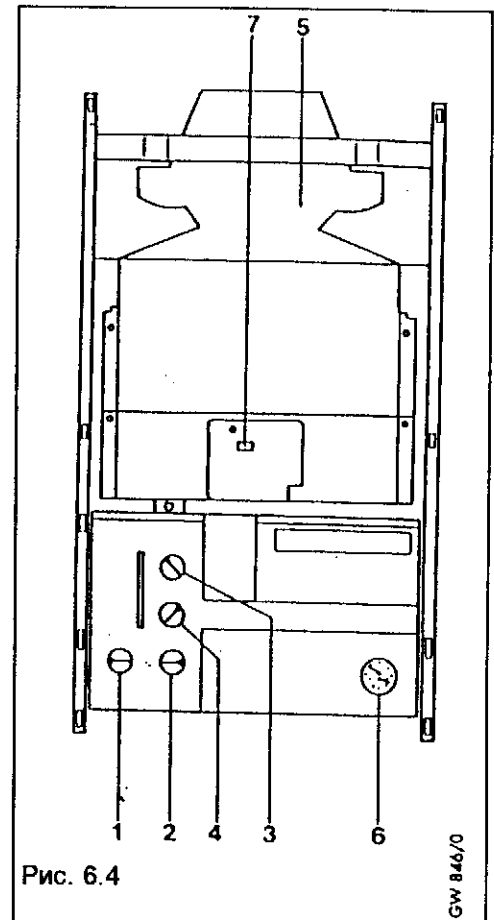

Рис. 6.4
- установить регулятор температуры горячей воды на максимум (4, рис. 6.4) (только VUW) и температуру подающей линии (3, рис. 6.4) на "9".
- главный выключатель аппарата (1, рис. 6.4) поставить в положение "вкл" (I).
- регулятор отопления аппарата (2, рис. 6.4) поставить в положение "Отопление и горячая вода" (III )